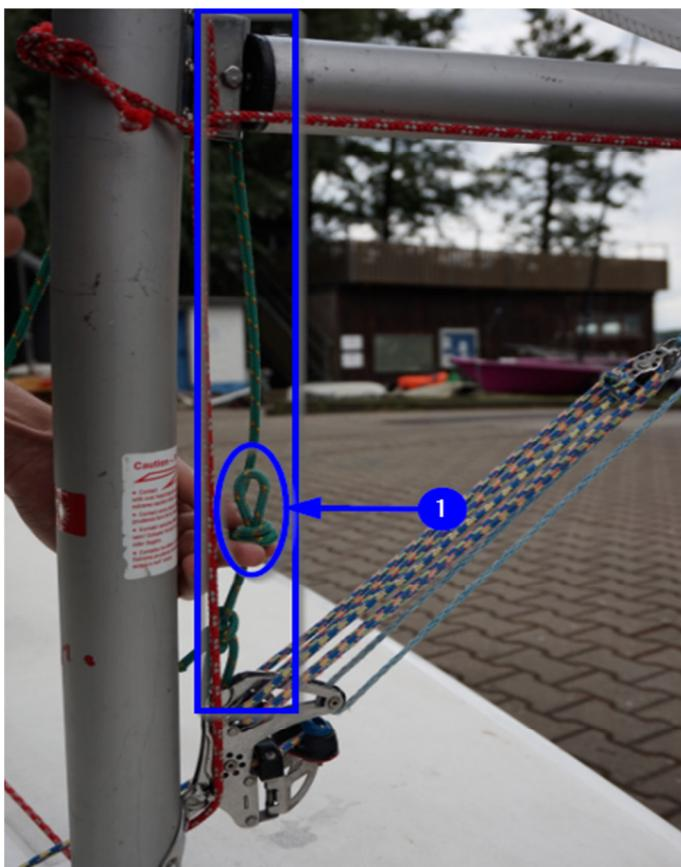
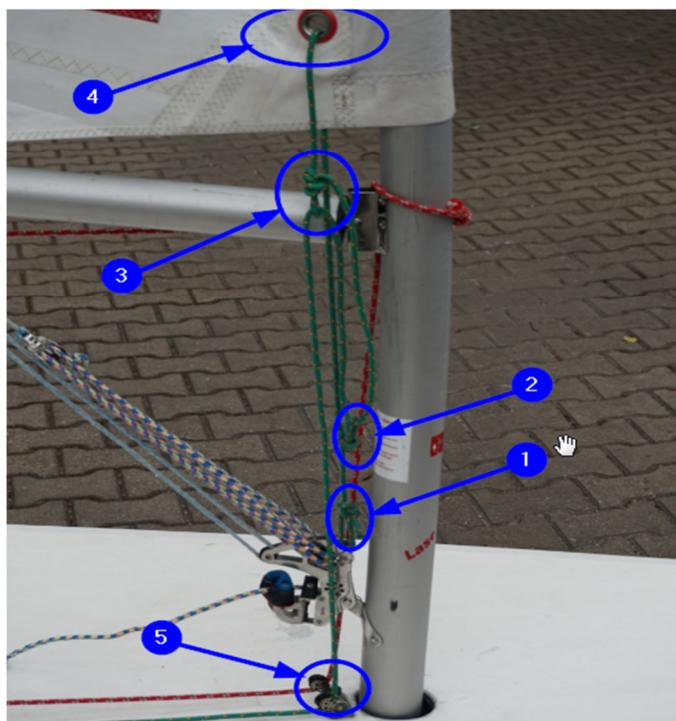

Abb. 23 – Mastsicherung und Cunninghamstreckter
Abb. 24 – Mastsicherung und Cunninghamstreckter
2. Hierfür wird die in **Abb. 23** abgebildete grüne Leine mittels Palstek an der Taille des Baumniederholers mit einem Ende fixiert.
3. Des Weiteren müssen zwei **Umlenkpunkte** geknotet werden, welche sich in der Nähe der Taille sowie des Baums befinden (**vgl. Abb. 24 – Punkte 2 und 3**).
4. Die Umlenkpunkte werden mittels doppelt geführter Leine geknotet, die mittels einfachem Knoten fixiert wird. An den Enden der Umlenkpunkte befindet sich anschließend jeweils ein Auge zum Umlenken der Leine (**vgl. Abb. 23 – Punkt 1 sowie Abb. 24 – Punkte 2 und 3**).
1. Die Mastsicherung muss als Leine durch die Cunninghamkausch (Auge) geführt werden, um gleichzeitig als **Cunninghamstreckter** zu fungieren (**vgl. Abb. 24 – Punkt 4**).
2. In **Abb. 24 Punkt 2** und **Punkt 3** sind die bereits zuvor erläuterten Umlenkpunkte dargestellt, welche durch Bildung einer Schlaufe und einfachem Knoten umgesetzt wird.
4. Dies bedeutet, dass das eine Auge vor dem Baum gebunden werden sollte und das andere hinter dem Baum (**vgl. Abb. 24 - Punkte 2 und 3**).